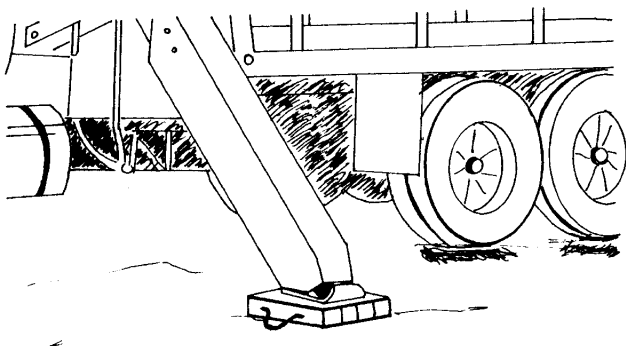

Figure 8
- Mettre en place les stabilisateurs selon les procédures prescrites par le fabricant et bien assujettir (caler) le véhicule au sol à l'aide de coussins appropriés (figure 8).